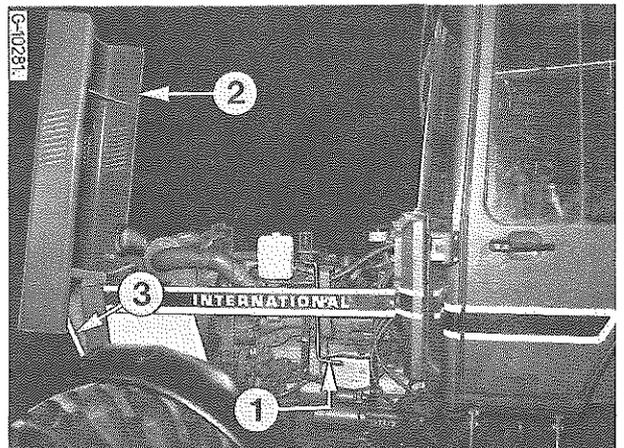

Figure 65 - Capot moteur ouvert.
Retirez le silencieux d'échappement. Tirez les leviers de verrouillage (1) Fig. 65 vers l'extérieur et soulevez le capot comme sur la figure.